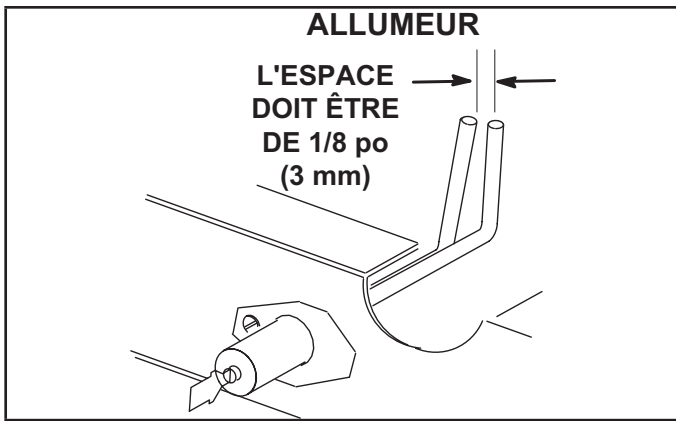

FIGURE 47
- 4 - Localisez l'allumeur sous les brûleurs de gauche. Vérifiez l'écartement des contacts à l'aide de mèches hélicoïdales ou de jauges d'épaisseur de la taille appropriée. Reportez-vous à la FIGURE 47.
- 5 - Vérifiez l'alignement de l'allumeur et du capteur comme indiqué à la FIGURE 47 et au TABLEAU 26.